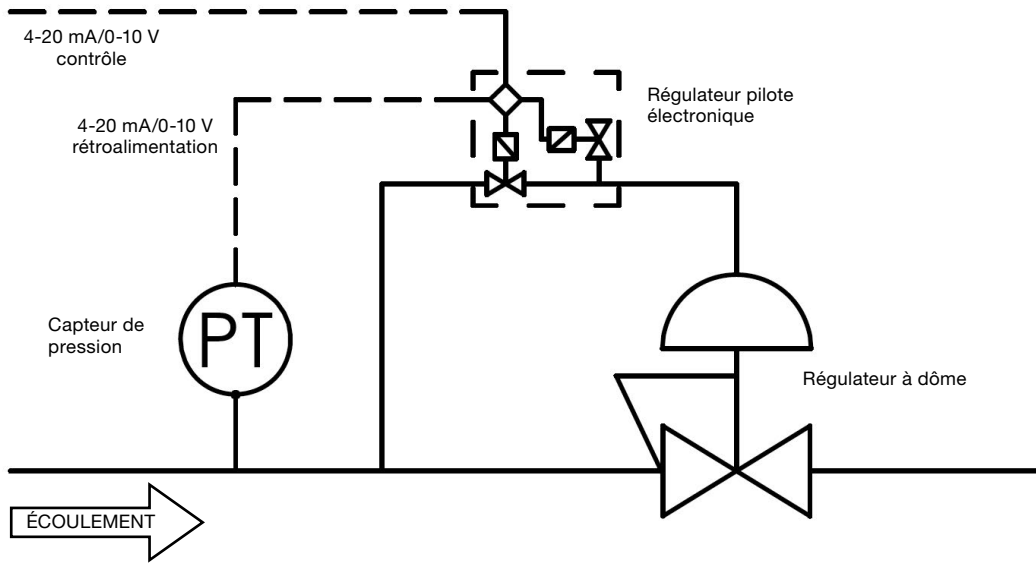

Figure 5
- **Contrôle électronique.** Dans cette configuration, un régulateur pilote électronique, alimenté par la pression du système, est utilisé conjointement avec un capteur de pression pour contrôler directement la pression dans le dôme (cf. Figure 5). La pression de consigne du régulateur principal sera limitée par la pression de sortie du régulateur électronique. Cette configuration ne convient pas aux applications qui mettent en œuvre des liquides.